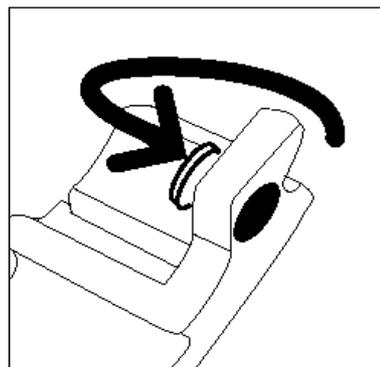

Figure 23 : Mise en place du bouchon sur le flacon de récupération
- 6** Placez le bouchon sur l'ouverture, à l'arrière du flacon de récupération (figure 23), pour éviter de répandre du développeur.